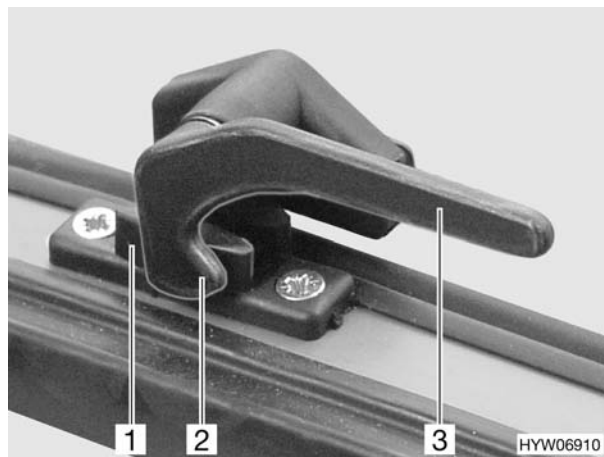

Fig. 44 Finestra apribile, maniglia chiusa (variante 1)
- Posizionare la maniglia della finestra (Fig. 44,3) in verticale o ruotarla di un quarto di giro verso il centro della finestra.
- Posizionare la maniglia della finestra (Fig. 44,3) in orizzontale o ruotarla di un quarto di giro verso il telaio della finestra. Il nasello di chiusura (Fig. 44,2) si trova sul lato interno della chiusura della finestra (Fig. 44,1).